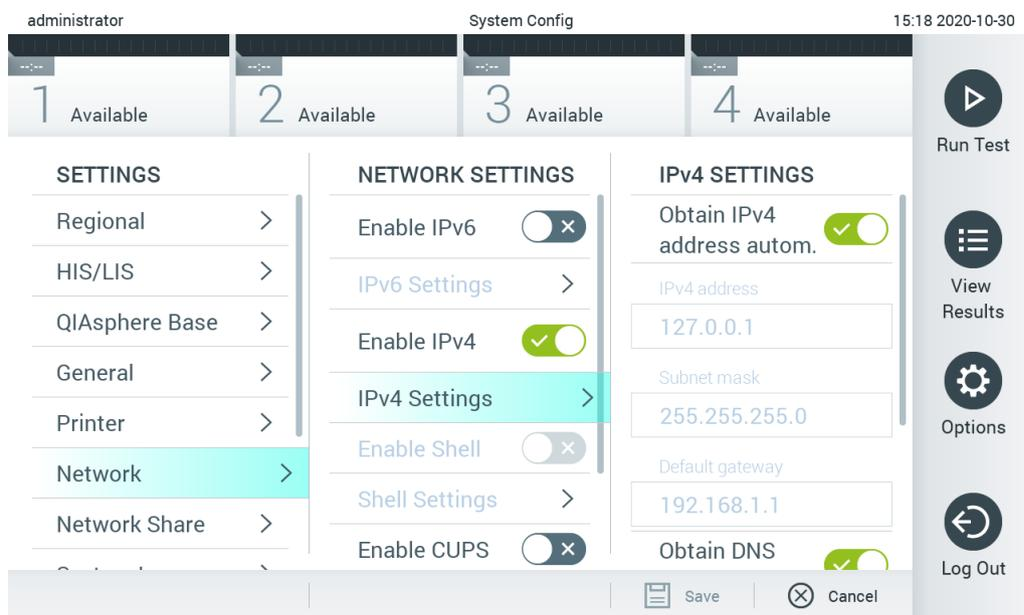

図 68. ネットワーク設定の構成。
2. 左列の **Settings**（設定）リストから **Network**（ネットワーク）を選択します（図 68）。